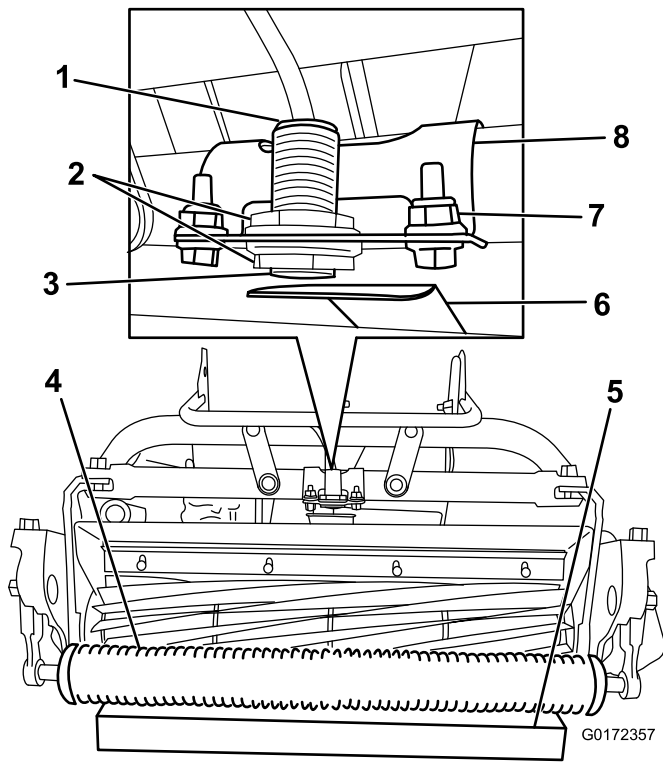

图14
2. 松开传感器上的锁紧螺母并调节传感器，确保看到一条螺纹越过下部锁紧螺母（图14）。
4. 将 3.8cm 的挡块放在前滚刀组滚筒下面（图14）。
5. 松开将传感器支架固定到机架的紧固件（图14）。
8. 向靶板方向旋转传感器支架、直至传感器顶部的指示灯亮起（图14）。如果指示灯已经亮起、把传感器支架旋离靶板、直至它熄灭、然后反方向旋转、直至指示灯再次亮起。